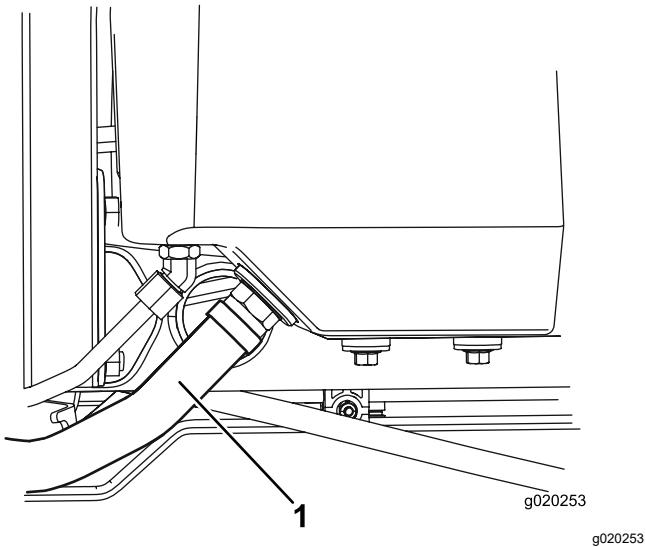

Figure 80
- Débranchez le gros flexible hydraulique (Figure 80) du réservoir et faites couler le liquide hydraulique dans un bac de vidange.